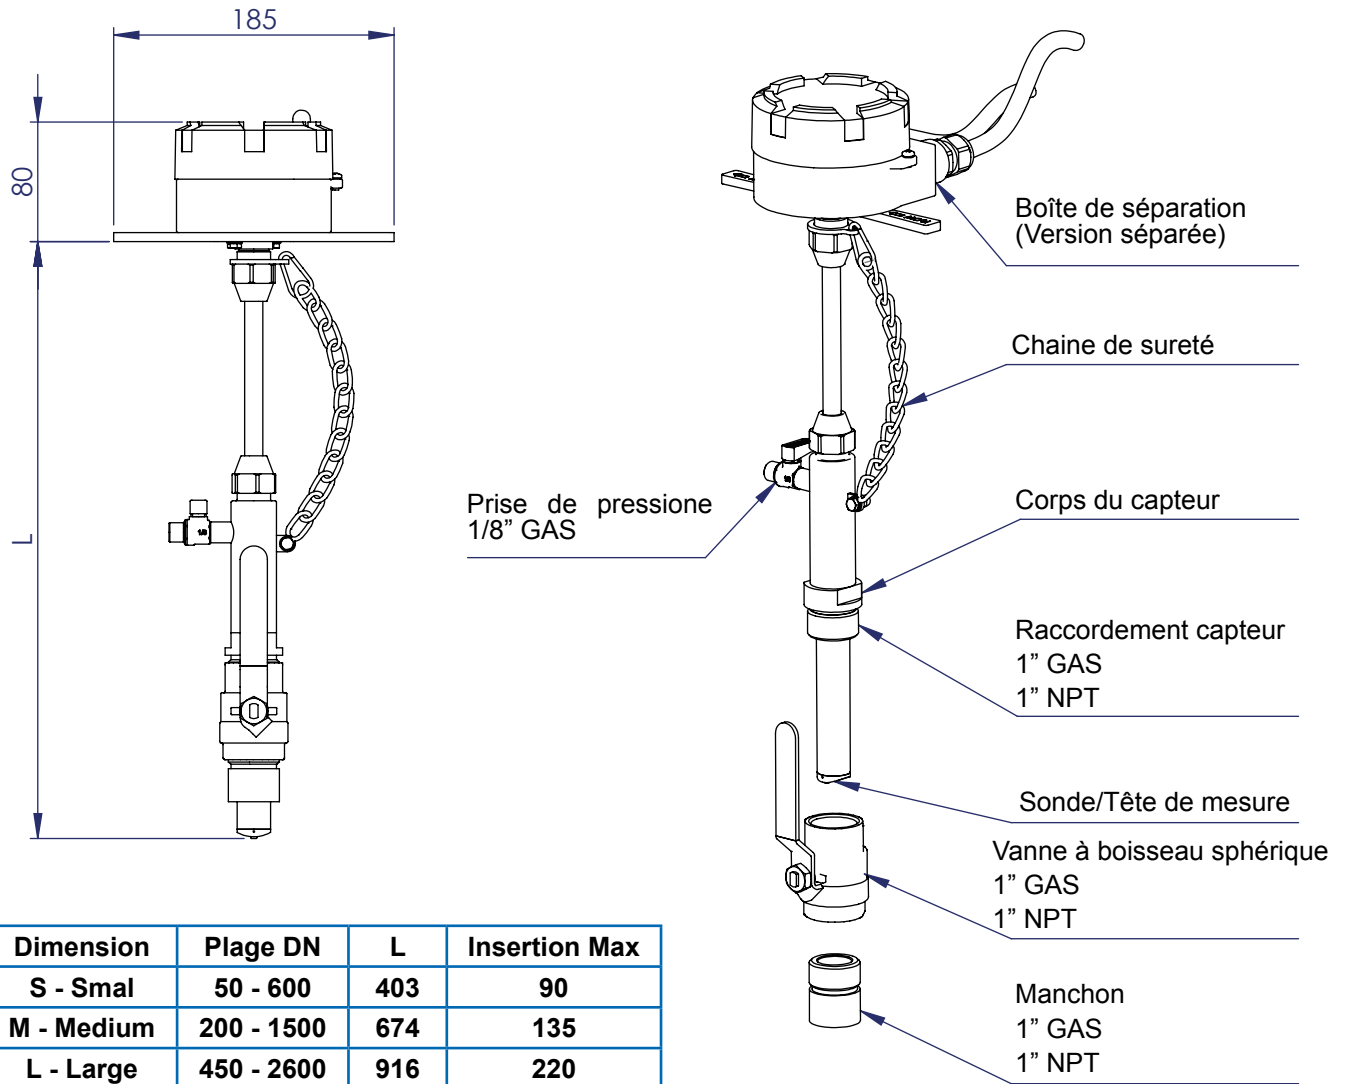

Fig. 63
- » L = Longueur du débitmètre, donnée dans la fiche de la Fig. 63